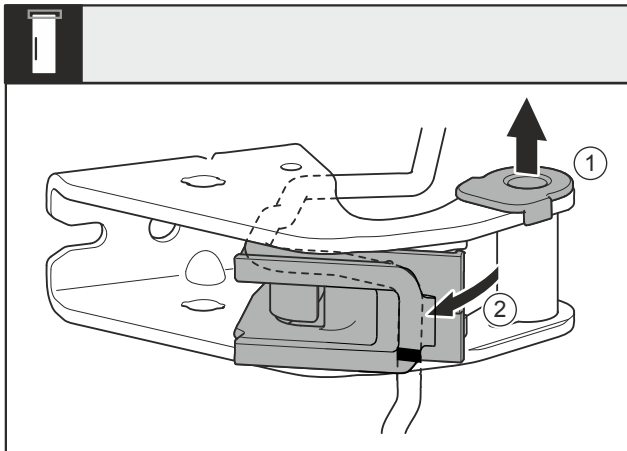

Fig. 30
- Izvelciet gultņa ieliktni Fig. 30 (1) no vadotnes.
- Atvirziet kabeļa stiprinājumu Fig. 30 (2).